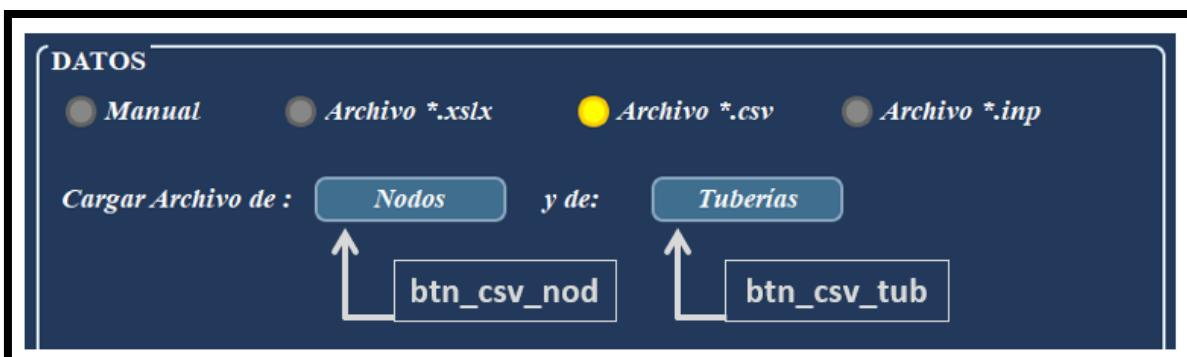

Figura 16. Opción archivo CSV
- c. ***rb\_csv***: este cambia la interfaz (seleccionada con el rectángulo rojo) a como se muestra en la figura 16.